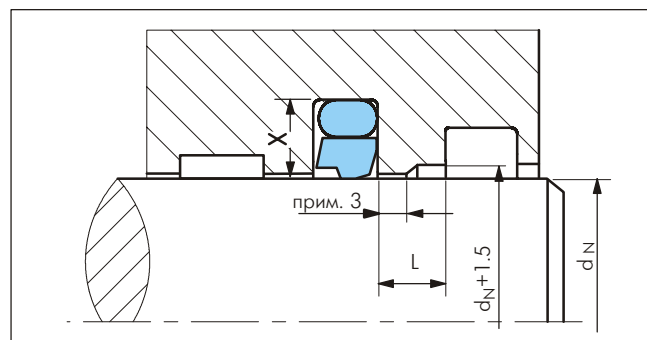

Рисунок 3 Расстояния между канавками
- предусмотреть резервуар для сборки обратно поступающего масла, как показано на Рис. 3.